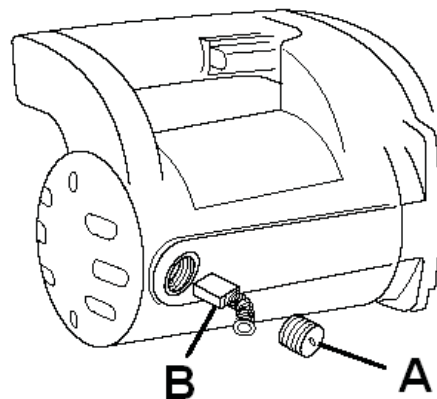

Рис. 14
- Снимите крышки щеток (A, Рис. 14).